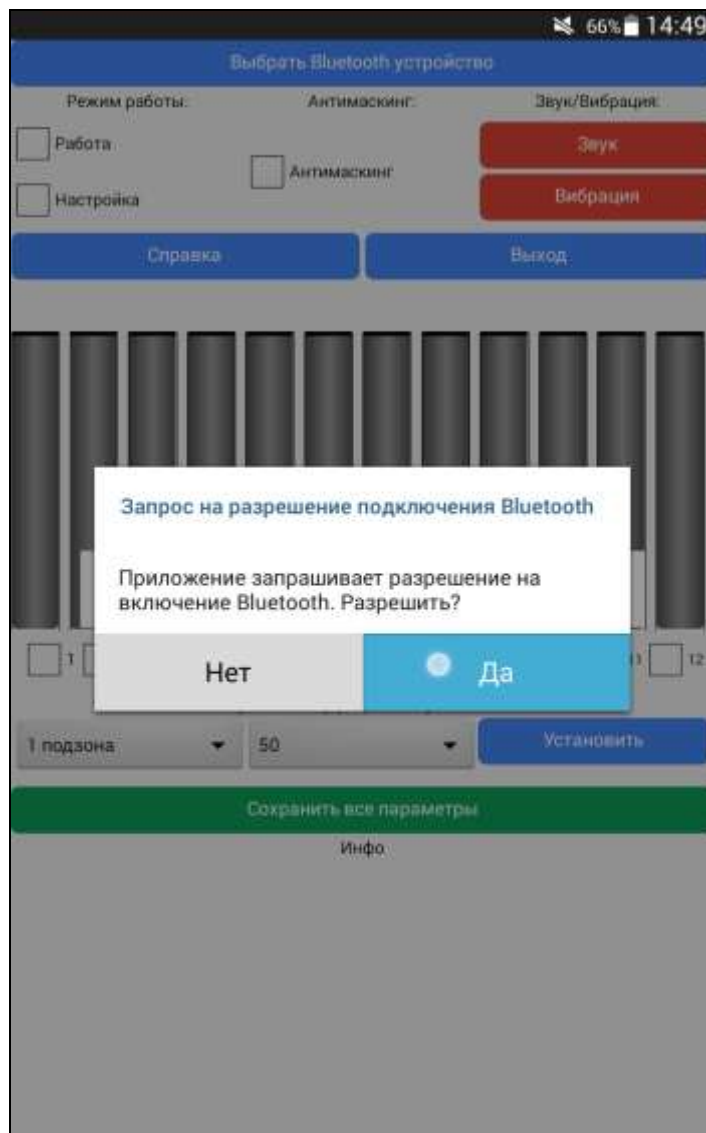

Рисунок 11.6
11.2.3 Запустить программу Zebra - Bluetooth. Bluetooth при этом должен быть включен. Если ли Bluetooth был выключен, программа предложит Вам его включить. Включить Bluetooth, нажав на кнопку «Да» - рисунок 11.6.